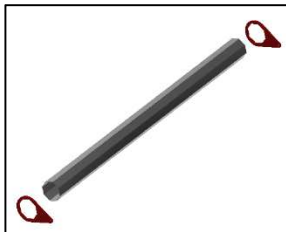

Abbildung 70
- » Bevor die Schubstangenumlenkung (42) auf die Antriebswelle (35) geschoben wird (Abbildung 70), kann hier die Montage der Schubstange kurz erfolgen (siehe Kapitel 2.7.2)
- » Die Montage der Schubstange kurz kann auch vor dem aufschieben der Schubstangenumlenkung (42) auf die Antriebswelle (35) erfolgen (Abbildung 70)